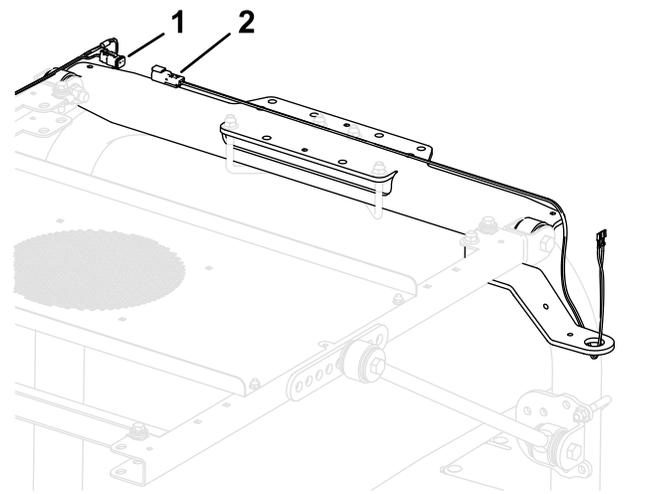

**Figura 7**
1. Montate la staffa di montaggio della luce di segnalazione sul tettuccio, come illustrato nella Figura 7.